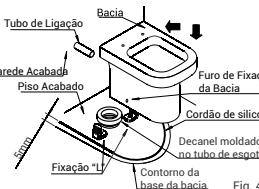
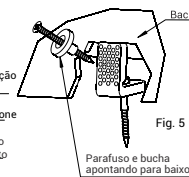

Fig. 4
Fig. 5
- Posicionar os suportes "L" (item 2) e fixá-los no chão com as arruelas e os parafusos (itens 3 e 4). Ajustar os suportes de modo que fiquem justos com a parte interna da base da bacia.
- Para esta operação o local deve estar isento de umidade e poeira. Moldar o anel de vedação (AV90) no tubo de esgoto no piso e aplicar um cordão fino de silicone antimofo a uma distância de 5mm da linha de contorno da base da bacia. (Fig. 4)
- Encaixe a bacia no tubo de ligação e aproxime-a da parede de modo que os furos nas laterais da louça coincidam com os suportes "L". Pressione-a contra o piso (efetuar esta operação com a ajuda de outra pessoa). Fig. 4. Com a bacia na posição, fixá-lo com a bucha plástica e o parafuso de fixação lateral (itens 5 e 6) e colocar os acabamentos (item 6). Fig. 5. Obs: Para melhor fixação da louça no piso, encaixar a bucha (item 6) no parafuso (item 5) e rosqueá-los levemente para baixo. Fig. 5.